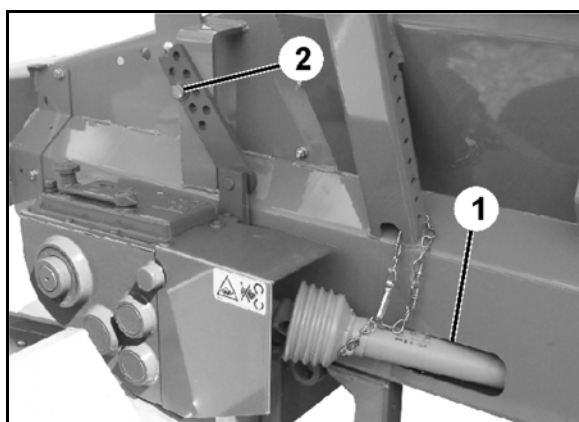

Fig. 104
- Lukkespjeldene åpnes etter innkjøring i kjøresporet på punkt P1 (Fig. 104) hvis spredeskivene har avstanden X fra kjøresporet til vendeteigen.
- Lukking av spjeldet før kjøring ut av kjøresporet på punkt P2 (Fig. 104) hvis spredeskivene befinner seg på høyde med det første kjøresporet i vendeteigen.